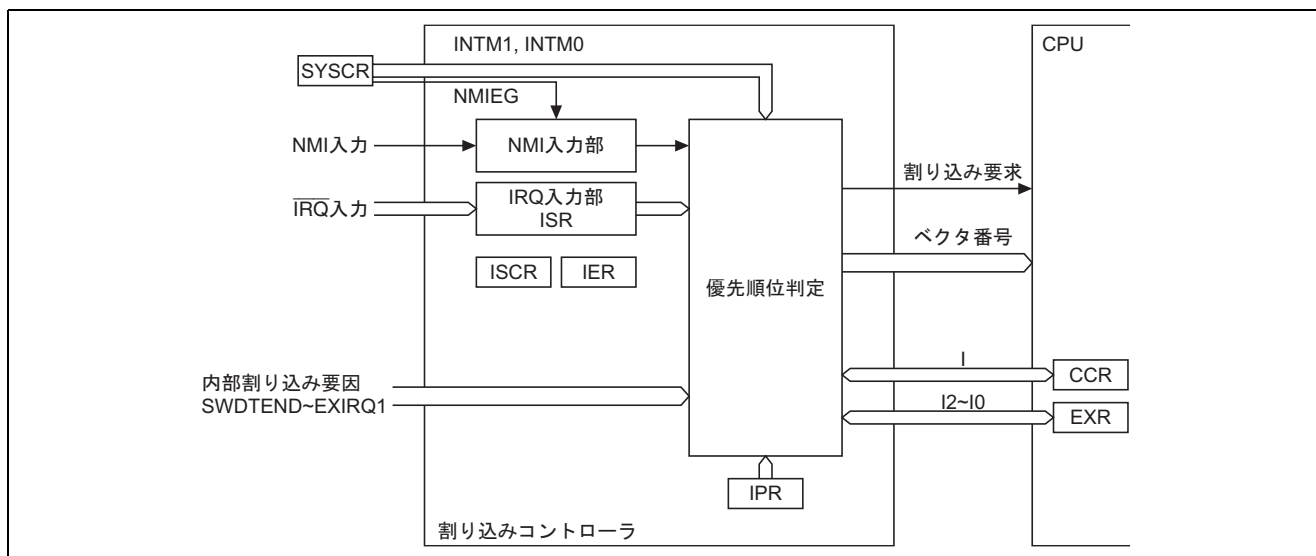

図2 割り込みコントローラのブロック図
(1) 割り込みコントローラのブロック図を図2に示し、以下に割り込みコントローラのレジスタについて説明します。